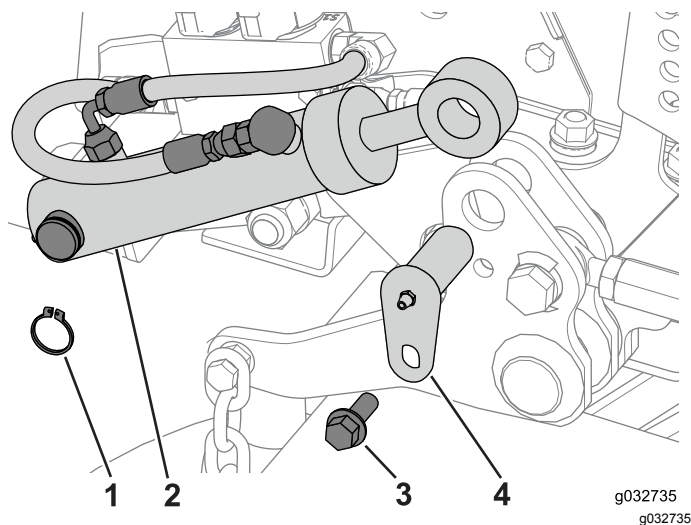

Figura 123
3. Utilize o anel de retenção, o pino de articulação e o parafuso para fixar o cilindro de elevação da plataforma ao polo de articulação (Figura 123).